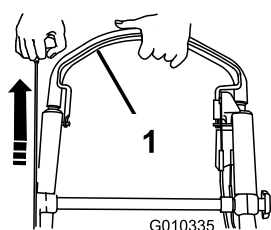

Figure 16
2. Maintenez la barre de commande de la lame contre le guidon et tirez sur la poignée du lanceur (Figure 16).